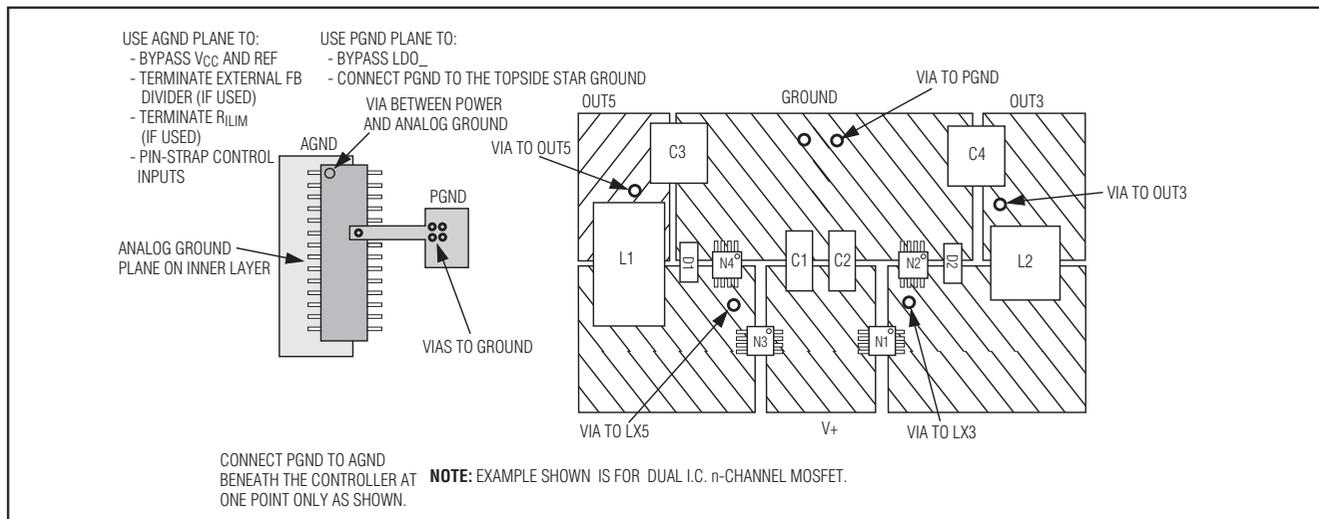

図13. プリント基板のレイアウト例
最小のスイッチング損失とクリーンで安定した動作を実現するには、プリント基板の綿密なレイアウトが不可欠です。これは、同じプリント基板内に回路が別の回路に影響を与えるおそれがある複数のコンバータが配置されている場合に特に該当します。スイッチング電力段には、特に注意が必要です(図13)。特定のレイアウト例については、MAX1999のEVキットICのデータシートを参照してください。
- 以下のように、DC-DCコントローラのグランド接続を行ってください。デバイスの近くに、小さなアナロググランドプレーンを作成します。小さなアナロググランドプレーンをGNDに接続し(図13)、REF/V_{CC}バイパスコンデンサ、FB分圧器、およびILIM抵抗(以上がある場合)のグランド接続にこのプレーンを使用します。PGND用に別の小さなグラ